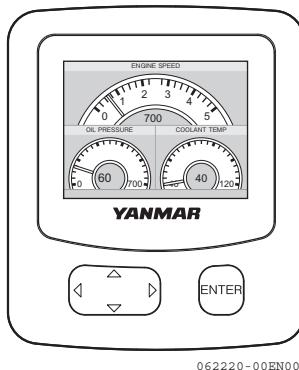

Figure 11
- Quando il motore si avvia, il display del VC10 visualizza la schermata contenente i valori che indicano le condizioni del motore (**Figure 11**).